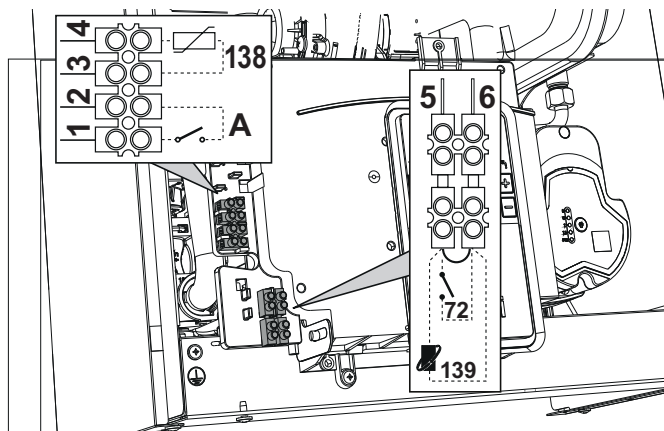
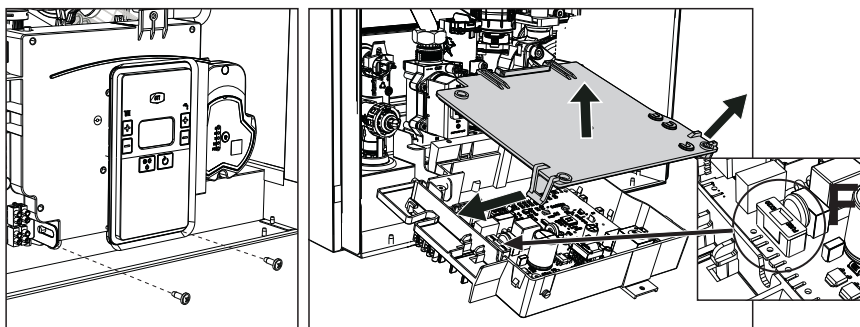

fig. 19
fig. 20
După ce ați scos panoul frontal (***) 'Deschiderea panoului frontal' on page 134 ***) veți putea avea acces la panourile de borne (M) și la siguranța fuzibilă (F) urmând indicațiile descrise în continuare (fig. 19 și fig. 20). **Bornele indicate în fig. 20 trebuie să aibă contactele curate (nu 230 V).** Dispunerea bornelor pentru diferitele conexiuni este indicată și în diagrama electrică din fig. 46.
Configurarea întrerupătorului ON/OFF (A fig. 20)